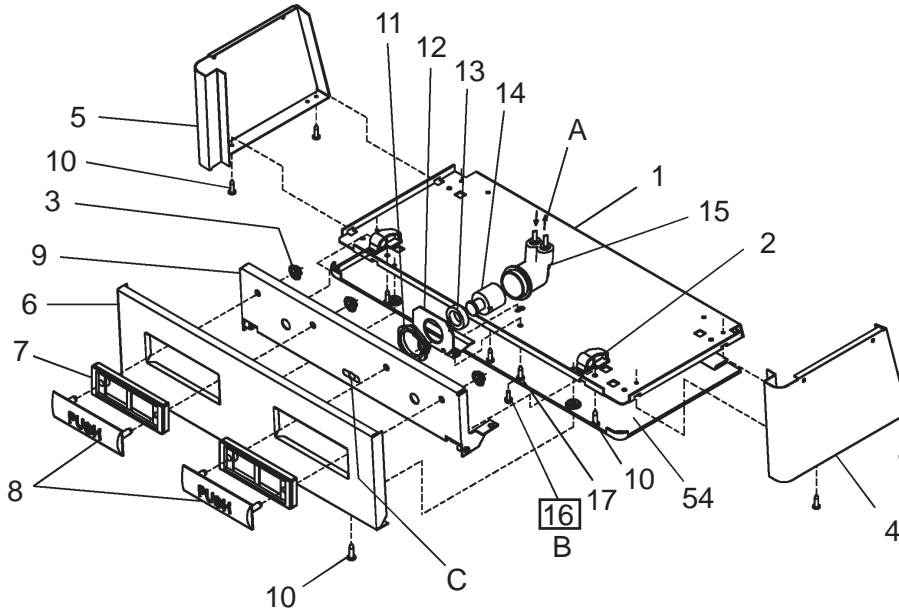

FIG. 3
See Fig. 3 for Push Bar Mechanism
Vea ia Fig. 3 para el Mecanismo de la Barra de Empuje
Voir Fig. 3 pour ie Mechanisme de Barre-poussoir
- 8) Stream height is factory set at 35 PSI. If supply pressure varies greatly from this, readjust stream height to approximately 1-1/2" (38mm) above the bubbler guard by turning adjustment screw, accessible by removing front push panel, Item No.48 (see Fig.3).
- 10) Replace the front panel and secure by retightening four (4) screws.
- 8) La altura del chorro se determina en la fábrica a 35 PSI. Si la presión del suministro varía demasiado de este valor, reajuste la altura del chorro a aproximadamente 1-1/2" por encima del protector del borboteador dando vuelta al tornillo de ajuste sacando el panel frontal de empuje, Artículos 48 (vea Fig. 3).
- 10) Vuelva a colocar el panel frontal y asegúrelo apretando nuevamente los cuatro (4) tornillos.
- 8) Le niveau d'écoulement est réglé en usine à 35 Lb/po². Si la pression varie beaucoup de ce point, ajustez le niveau à nouveau à environ 1-1/2" (38mm) au-dessus du protège-barboteur en tournant la vis de réglage du régulateur que l'on trouve en retirant le panneau, article 48 (voir fig. 3).
- 10) Remplacez le panneau avant et fixez le en place en resserrant les quatre (4) vis.